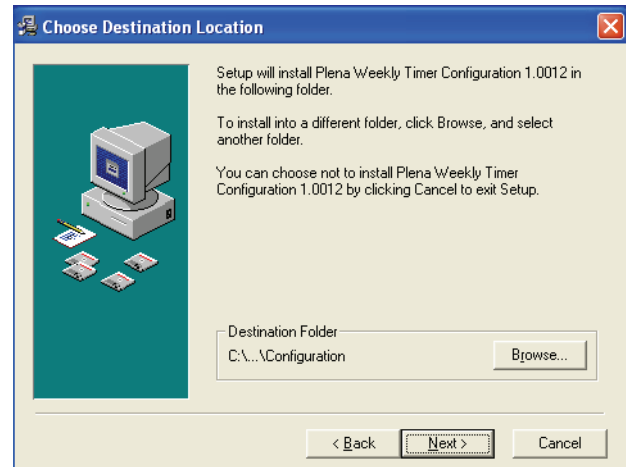

figura 8.2: Selecção do local de destino
- 2 Siga as instruções apresentadas na janela e clique em [Next]. Aparece uma janela semelhante à da figura 8.2.